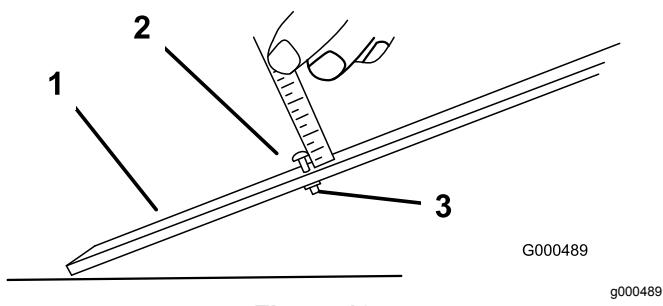

Figura 18
2. Desaperte a porca da barra indicadora e regule o parafuso de ajuste para a altura de corte desejada (Figura 18).